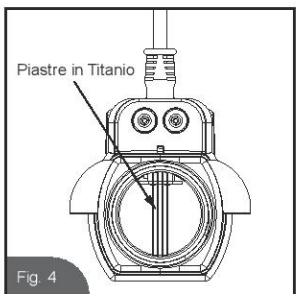

Fig. 4
4. Ispezionare la parte interna della cella elettrolitica per controllare se si è formato calcare (depositi friabili o croste di colore chiaro). Se sì, andare al passaggio 5, altrimenti andare al passaggio 6. (v. Fig. 4).